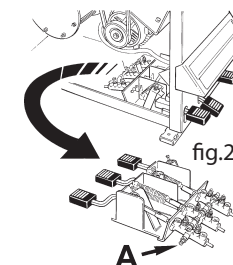

fig.20
- Inserire il tubo dell'aria nell'asola del cassone e collegarlo al rubinetto stallonatore (fig. 20).
- Insert the air hose into the hole in the casing and connect it to the bead-breaker (fig.20).
- Introduire le tuyau de l'air dans l'ouverture de la caisse et le lier au robinet détalonneur (fig. 20).
- Den Luftschlauch in den Kastenschlitz einführen und an den Hahn des Wulstabdrückers anschließen (Abb.20).
- Meta el tubo del aire en la ranura de la caja y empálmelo al grifo destalonador (fig. 20).